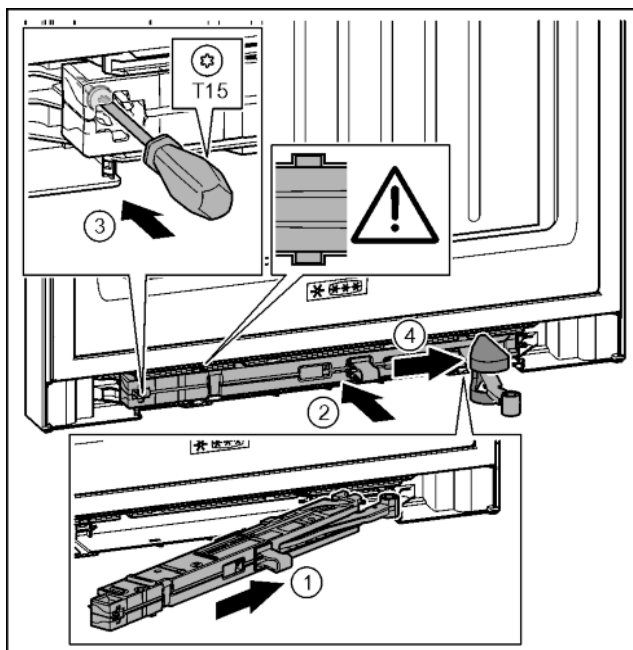

Fig. 45
- ▶ Gurnite jedinicu prigušivača zatvaranja na strani podloška ležaja do graničnika koso u otvor. *Fig. 45 (1)*
- ▶ Gurnite jedinicu prigušivača zatvaranja u potpunosti u otvor. *Fig. 45 (2)*
- ▶ Odvijačem T15 čvrsto pritegnite vijak. *Fig. 45 (3)*
- ▶ Gurnite pokrov preko zgloba. *Fig. 45 (4)*